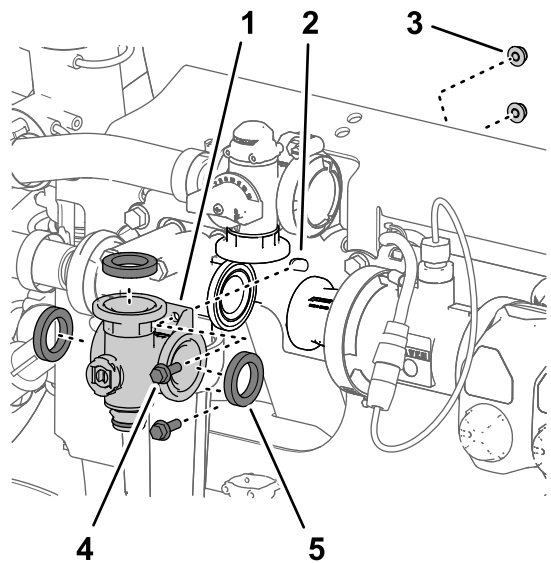
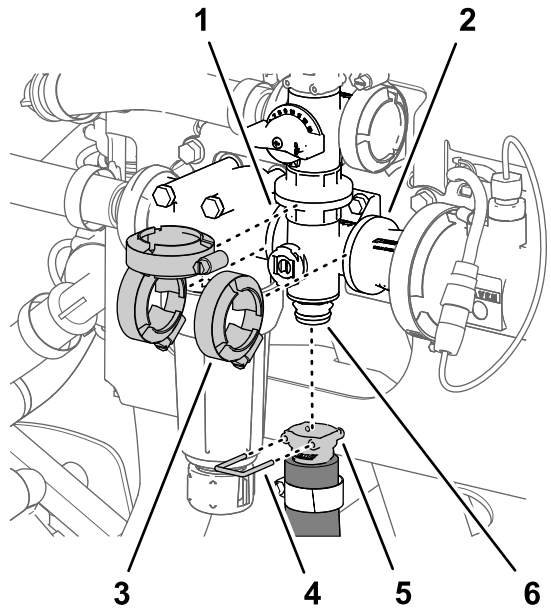

图 116
图 117
- 将搅拌阀歧管凸缘、3 个垫片与搅拌旁通阀、压力式滤头和耦合适配器的凸缘对齐 图 116 和 图 117。
- 用在 拆下搅拌歧管阀 \(页码 62\) 中卸下的 3 个法兰夹具将搅拌阀歧管松松固定至搅拌旁通阀、压力式滤头和耦合适配器 图 117。
- 用手拧紧 3 个法兰夹具 图 117。
6. 用快速连接销将搅拌软管的快速连接耦合器安装到搅拌阀歧管的快速连接接头上图 117。